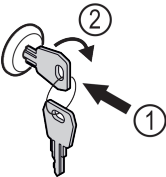

Fig. 152 例图
- ▶ 按入钥匙 Fig. 152 (1)。
- ▶ 将钥匙顺时针转动 90° Fig. 152 (2)。